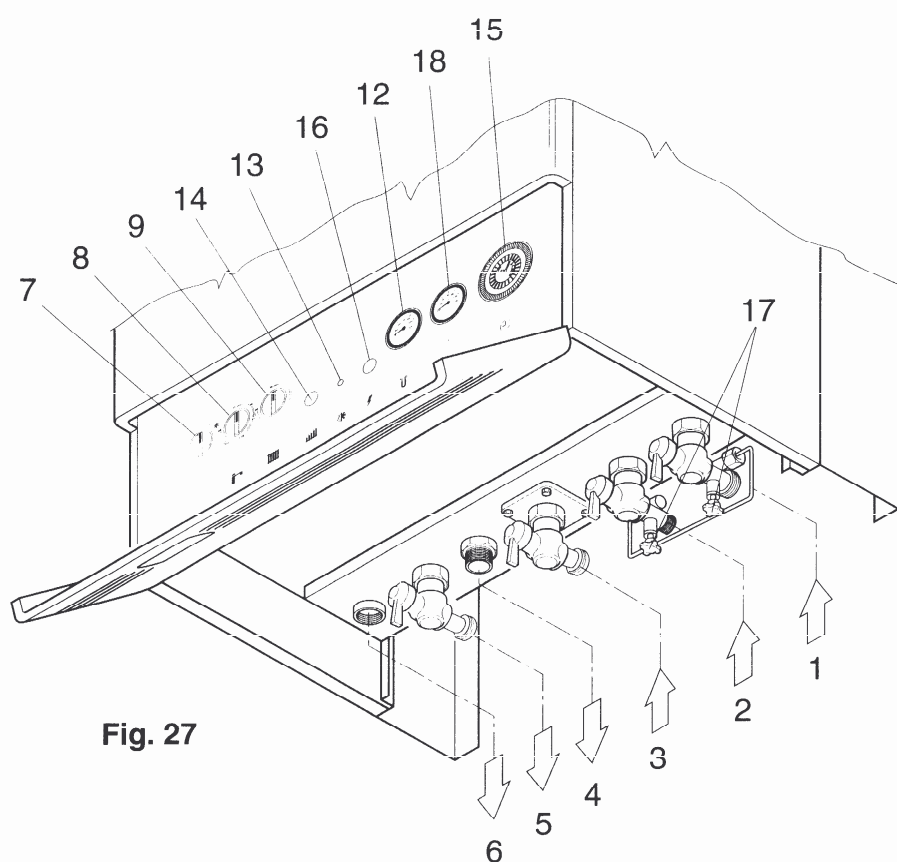

Fig. 27
- Procedere al controllo seguente con riferimenti a fig. 27: